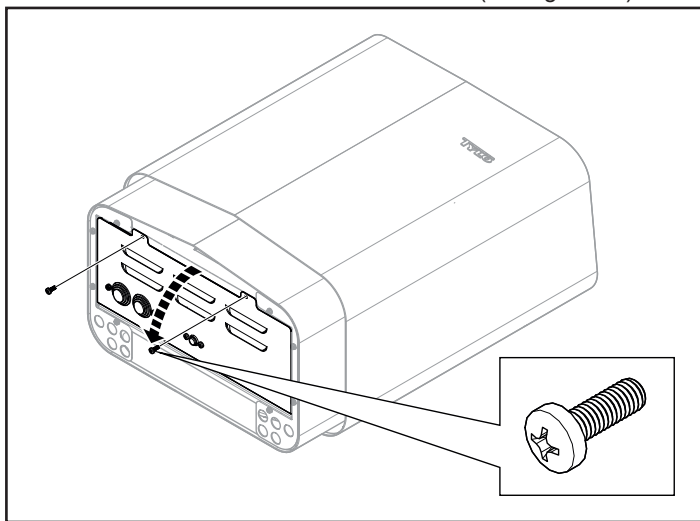

Figure 10 : Ouverture/fermeture du couvercle
2. Desserrez les vis et ouvrez le couvercle (voir figure 10).
5. Fermer le volet et serrer les vis (voir Fig 10).